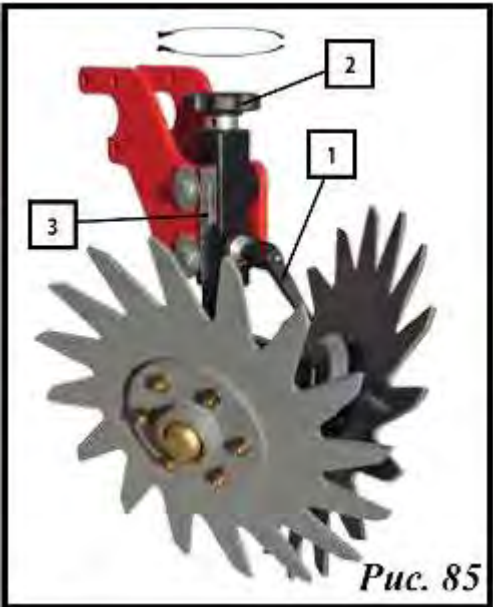

Рис. 85
- 1 - Ослабить зажимный рычаг (1, рис. 85).
- 2 - Повернуть круглую ручку (2, рис. 85), чтобы установить нож на нужную высоту. Ориентироваться по указателю на шкале с делениями (3, рис. 85).
- 3 - Зафиксировать положение зажимным рычагом (1, рис. 85).